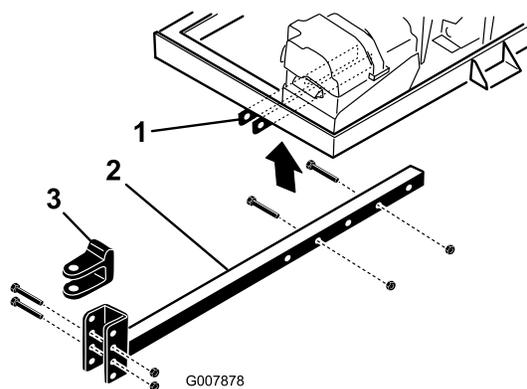

図 7
- ・ ヒッチ・クレビス (図 7) をヒッチ・チューブに固定しているボルトとロックナットを外す。
2. フレーム・ブラケットにヒッチ・チューブに差し込む (図 7)。ボルト (3/8 x 3 in) 2本とフランジ・ナット (3/8 インチ) を使用してヒッチ・チューブをフレームに固定する。
- ・ ヒッチ・チューブをフレーム・ブラケットに固定しているボルトとナットを外す (図 7)。